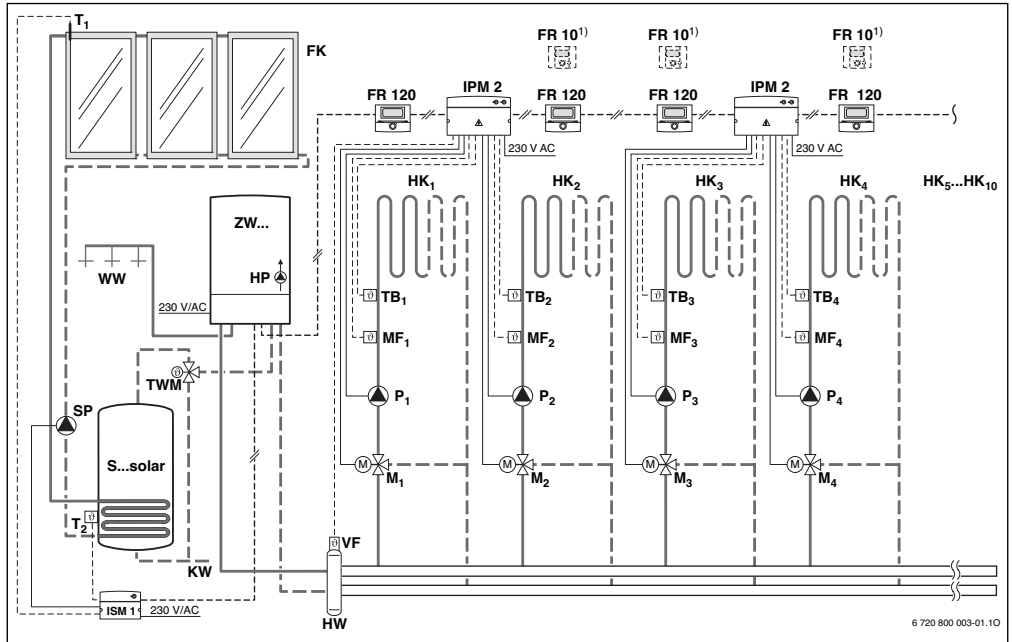
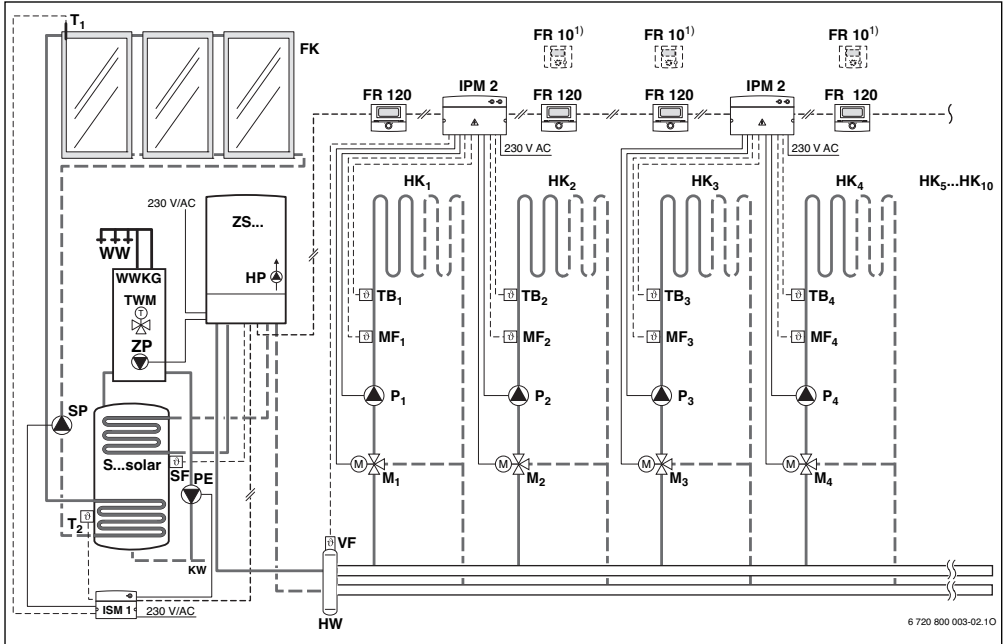

Bild 3 FR 120 und Kombiheizgerät: Vereinfachtes Anlagenschema (montagegerechte Darstellung und weitere Möglichkeiten in den Planungsunterlagen)
Bild 4 FR 120 und Heizgerät mit Speicheranschluss: Vereinfachtes Anlagenschema (montagegerechte Darstellung und weitere Möglichkeiten in den Planungsunterlagen)
**Legende zu Bild 3 und Bild 4:**